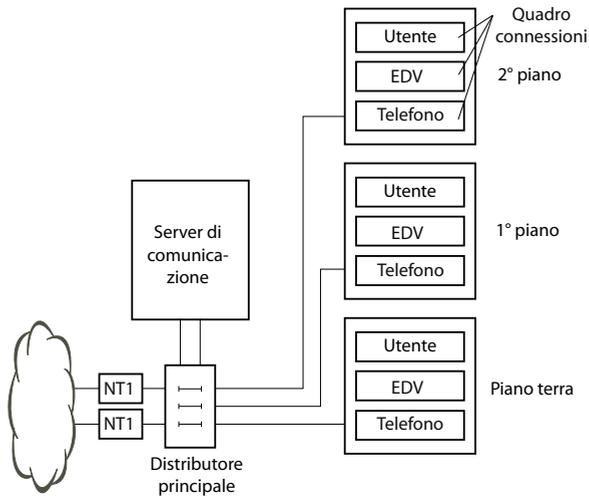
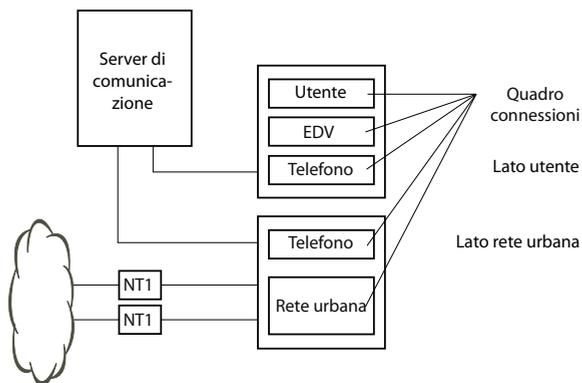

Fig. 26 Collegamento al CS attraverso il distributore principale (esempio)
Fig. 27 Collegamento al CS attraverso il Wiring Center (esempio)
- Collegamento indiretto tramite distributore (principale) ed eventuale cablaggio universale di edifici (CUE) (vedi anche Fig. 26 und Fig. 27).